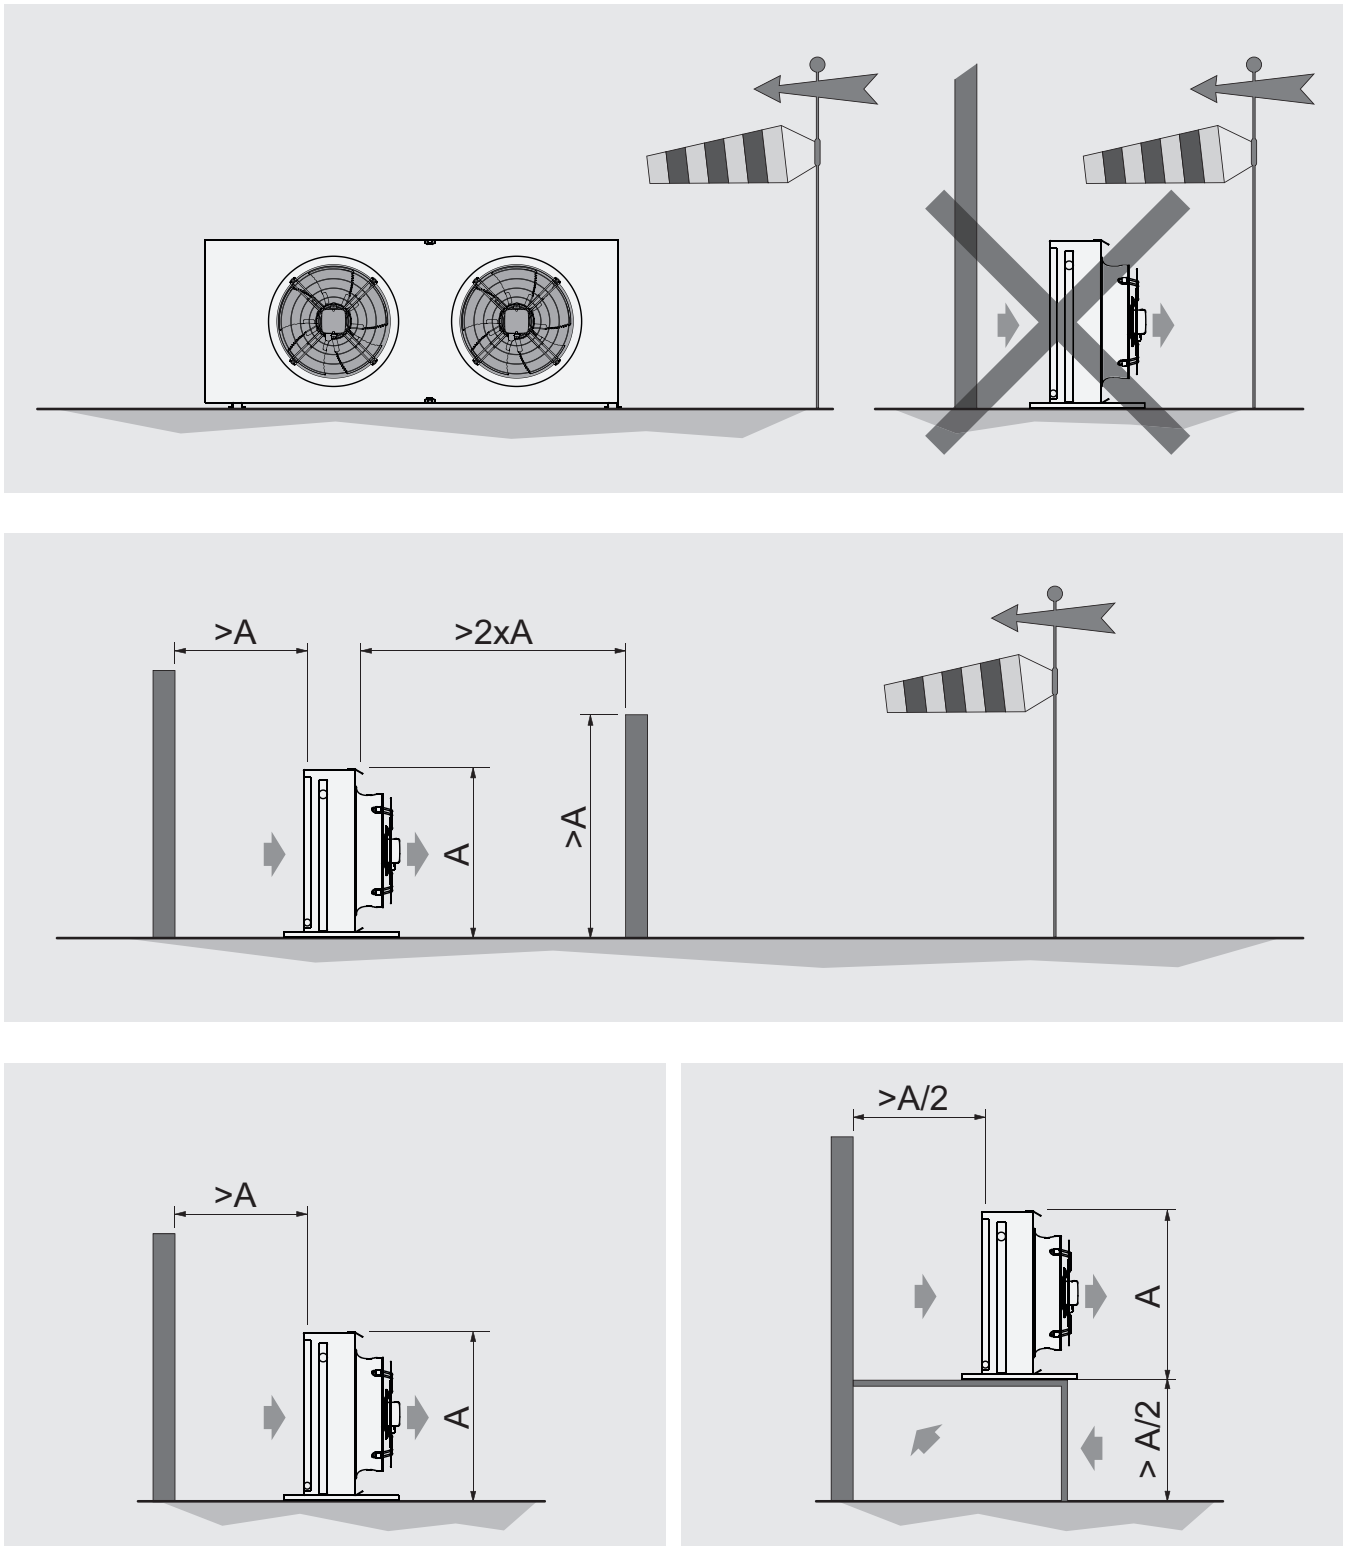

Figura 6
6.7 Disponer un espacio adecuado para la circulación del aire y para el mantenimiento. Evite dirigir el flujo de aire contra superficies reflectantes o que aumenten el nivel de ruido. El espacio mínimo entre los modelos se puede reducir en función de la altura de colocación con el uso de patas especiales de elevación o de una plataforma de apoyo. Para instalaciones diferentes de las indicadas comunicarse con Modine. Véase Figura 6.